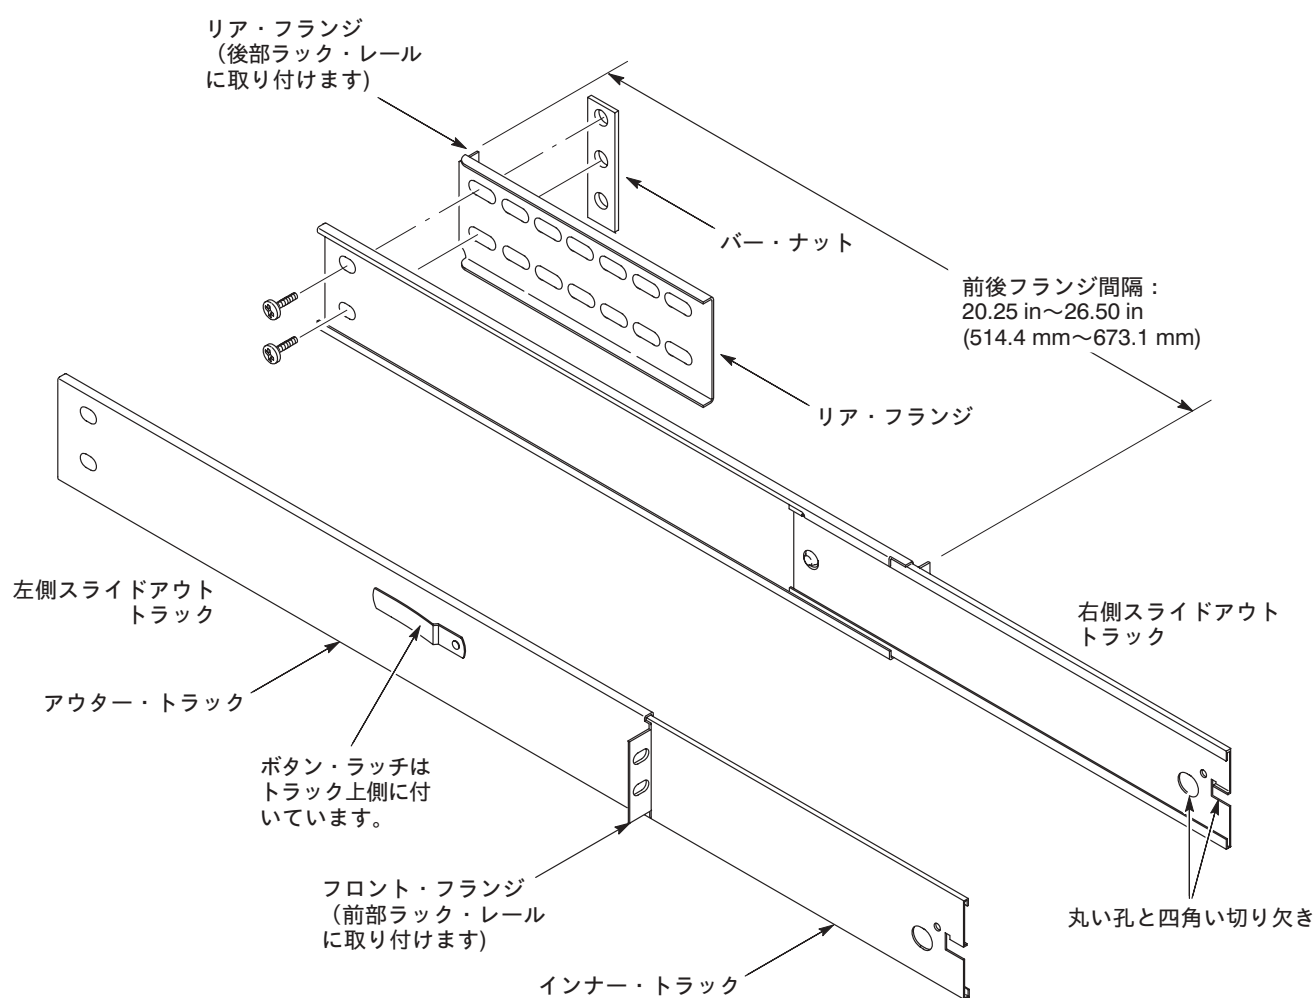

図 7: スライドアウト・トラックの組み立て
**注** ラックアダプタ・キットに含まれるアウター・トラックとインナー・トラックはあらかじめ左右別に組み合わされています。インナー・トラックを引き出し、左右の区別や上下の向きなど、正しく組み合わされていることを、図7を参考にして確認してください。アウター・トラックの上下は、ボタン・ラッチが上側、インナー・トラックは、端の四角い切り欠きが丸い孔より上側になるのが正しい向きです。
- c. リア・ブラケットのフランジとスライドアウト・トラックのフランジとの間隔がラックの前後のレール間隔と一致するように、取り付け位置を調節します (図7 参照)。